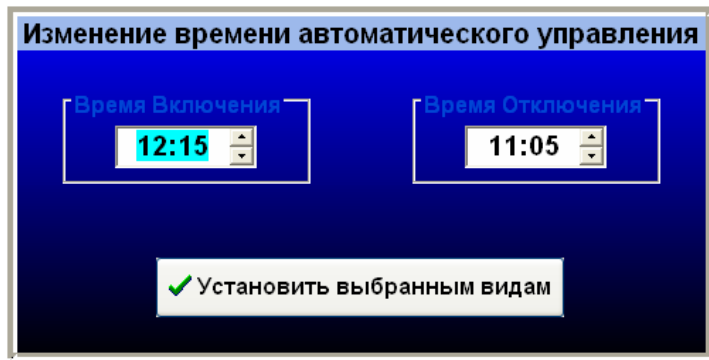

Рис.7. Панель изменения времени автоматического управления освещением
- **«Изменить время»** - вызывает панель изменения времени автоматического управления освещением, представленную на рис.7.